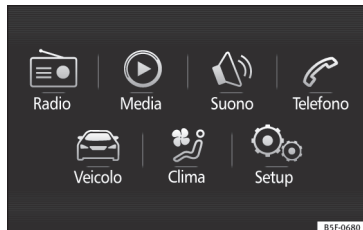

Fig. 40 Easy Connect: Menu principale.
- Premere il tasto **MENU** del sistema e, quindi, il tasto di funzione **Veicolo** » **fig. 40** o il tasto **CAR** del sistema per accedere al menu **Veicolo** » **fig. 41**.